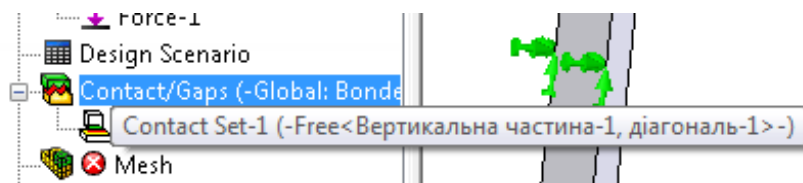

Рис. 6.7. Нещодавно визначений новий контакт між деталями
5. Після того як ви добавили нові ГУ необхідно передискретизувати модель. Окрім того подивіться у гілку **Контакт/Зазор (Contact/Gaps)**. Там з'явився нещодавно визначений новий контакт між деталями (рис. 6.7).